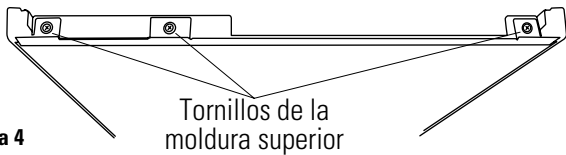

Figura 4
- Retire los 3 tornillos que sujetan la moldura superior al panel de acero (Figura 4). Ponga a un lado la moldura superior y los 3 tornillos.